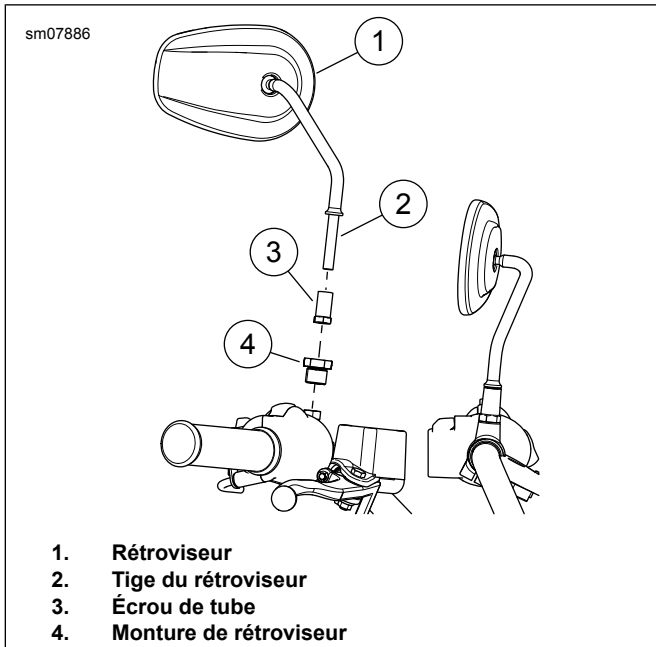

Figure 3. Rétroviseur
1. Voir la figure 3. Déposer le rétroviseur.
- a. Déposer l'écrou du tube (3).
- b. Déposer le rétroviseur (1).
- c. Déposer le montage du rétroviseur (4).
- a. Poser le montage du rétroviseur (4). Serrer.